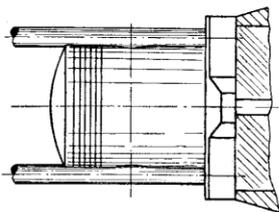

Fig. 17
7. Retteskinne for stempel nr. 89.2—1 lægges nu an mod krumtaphuset, se fig. 17, og krumtappen drejes, så stemplet ligger an mod